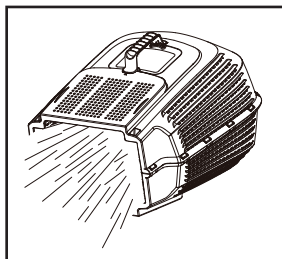

Fig. 10
1. Para retirar a caixa de recolha de relva (14), levante o resguardo do defletor (13) e retire a caixa de recolha de relva (Fig. 10).